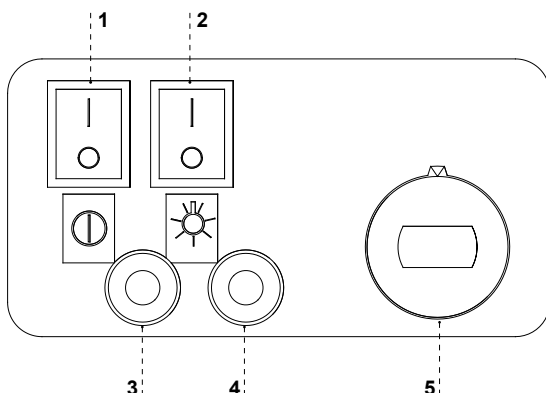

Рис.4 Пульт управления
- Включить кнопку главного выключателя Рис.4/1 (стр.25), что приведет к включению тепловой витрины и засветки красной или зеленой лампочки.
- При помощи поворотной ручки регулятора Рис.4/5 (стр.25) установить требуемую температуру внутри оборудования.
- Включить кнопку освещения Рис.4/2 (стр.25)
Тепловая витрина оснащена механическим регулятором температуры. При помощи поворотной ручки регулятора Рис.4/5 (стр.25) устанавливаем требуемую температуру воды в оборудовании поворачивая и устанавливая ее с соответствующее положение. Вращение поворотной ручки по направлению движения часовой стрелки приведет к увеличению установленной температуры, а в обратном направлении к ее уменьшению. Вращение поворотной ручки влево до конечного положения вызывает выключение работы тэнов, несмотря на включенное питание.
О соответствующем уровне воды в емкости сообщают сигнализирующие контрольные лампочки Рис.4/3;4 (стр.25). Сигнализация красной контрольной лампочки обозначает отсутствие или низкий уровень воды (это не сигнал тревоги!). Если устройство работает без увлажнения, в течение всего времени будет светиться красная лампочка. В случае если оборудование работает с увлажнением, должна светиться зеленая контрольная лампочка, сообщающая о правильном уровне воды. Изменение световой сигнализации на красный цвет обозначает, что уровень воды низкий и необходимо долить воду в емкость.
Лампы оснащены специальными лампами накаливания, предназначенными для работы при высокой температуре. Тип примененной лампы накаливания: 40Вт (E27; форма колбы P45; максимальная рабочая температура до 300°C). Освещение включается/выключается посредством кнопки, расположенной на пульте управления Рис.4/2 (стр.25)